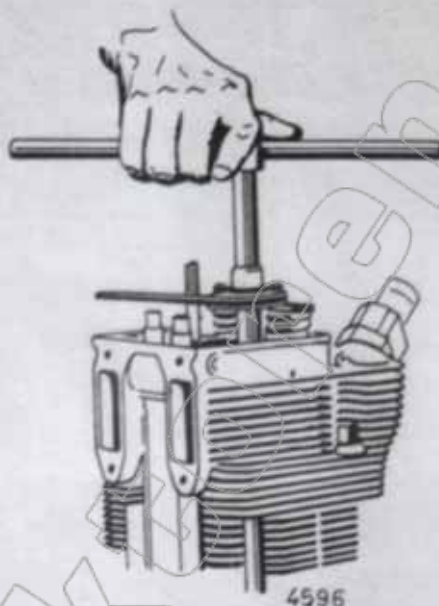

Bild 31 Vorspannen der Zylinderkopfschrauben
- Schrauben mittels Steckschlüssel (Stecker eingeschoben) über Kreuz, in mehreren Stufen gut, jedoch nicht mit Gewalt vorspannen. Hand umfaßt den Knauf des Schlüssels (Bild 31).